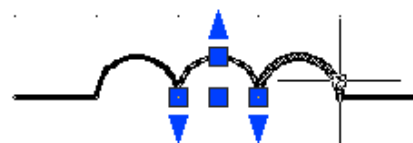

Рис. 1.1
*При рисовании командами LINE и ARC каждый отрезок или дуга являются самостоятельными объектами (рис.1.1).*